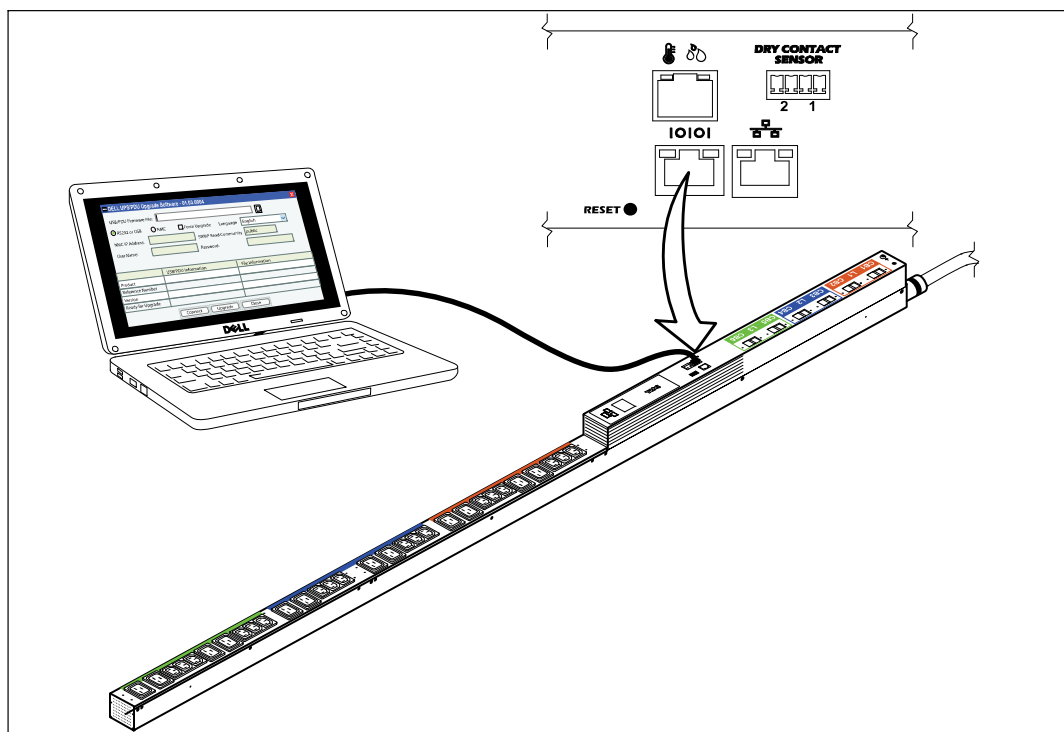

図26。PCとrPDUシリアルポートの接続
- 3 シリアルケーブルRJ-45コネクタをrPDUにあるシリアル接続ポートへ接続します（図26参照）。
- 1 アップグレードするrPDUの電源がオンになっていて、RJ-45-to-DB-9 (RS-232)ケーブルを使用してPC COMポートに正しく接続されていることを確認します(図26参照)。